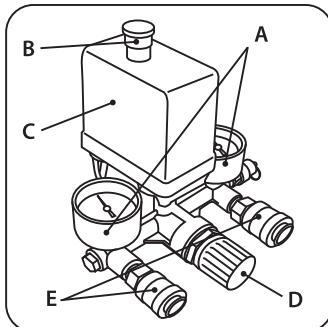

рис. 11
По истечении времени обкатки закройте клапан слива конденсата и проверьте, чтобы компрессор нагнетал воздух в ресивер и останавливался автоматически по достижении максимального рабочего давления, указанного на индикаторе манометра (А) (рис. 11).
Компрессор работает полностью автоматически при помощи реле давления (С) (рис. 11), останавливающего двигатель по достижении максимального давления и запускающего компрессор при падении давления до минимального установленного уровня (на 2 бара меньше максимального рабочего давления).
Регулировка и контроль выходного давления сжатого воздуха возможны с помощью выходного редуктора и манометра расхода выходного воздуха. Для выполнения этой операции нужно повернуть вентиль редуктора (D) (рис. 11) по часовой стрелке для увеличения давления, против часовой стрелки — для уменьшения давления. По окончании работы рекомендуется перевести значение выходного давления на нуль по манометру (A) (рис. 11). Данная операция необходима, чтобы предотвратить увеличение погрешности манометра и быстрый износ редуктора.
Подключение пневматического инструмента к компрессору осуществляется с помощью выходного быстросъемного штуцера (E) (рис. 11).